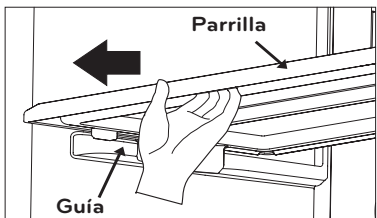

Figura 12
1. Sujete la parrilla por la parte del frente Figura 12.